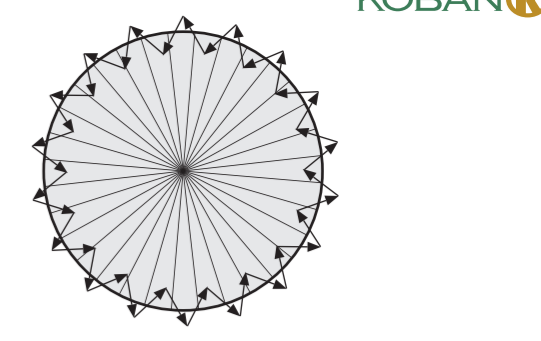

FIG. 20
- 4.2.2.4 Após o período de aquecimento, venha do exterior ao lado do padrão de detecção até o LED acender durante cerca de 2 segundos (Ver FIG. 20)